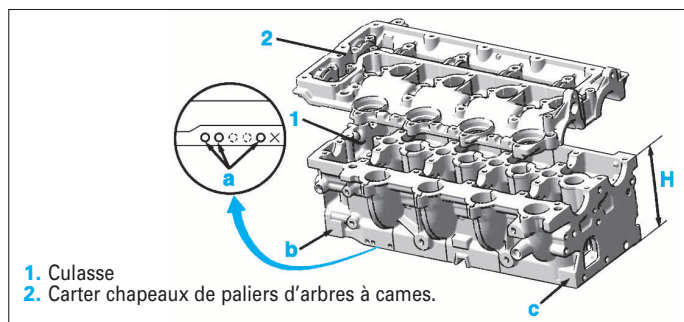

FIG. 1
Hauteur de la culasse (H) (Fig.1) :